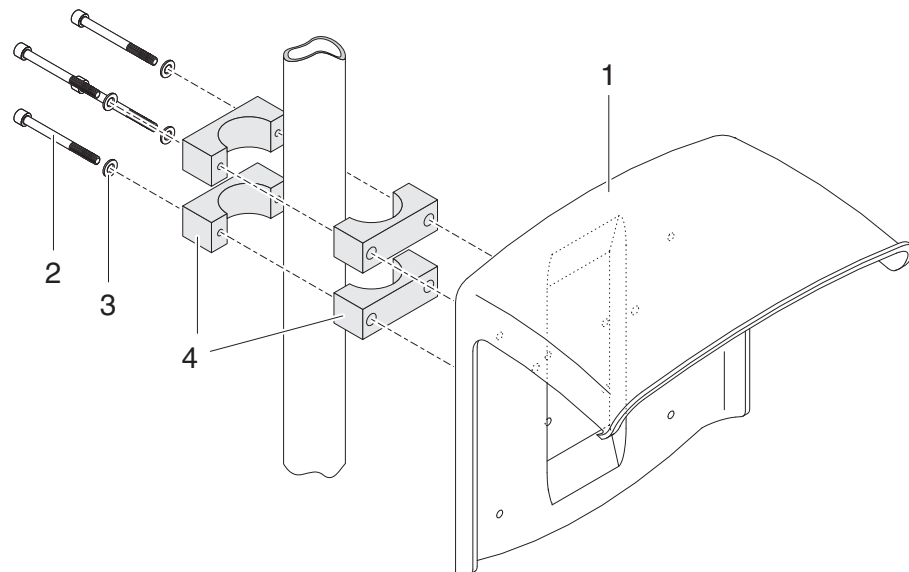

Bild 3-5 Schutzdach SSH/IQ an Standssäule montieren
- 1 Schutzdach (Pos. 1 in Bild 3-5) mit den vier Inbusschrauben (Pos. 2), den Unterlegscheiben (Pos. 3) und den Schellen (Pos. 4) in der gewünschten Höhe von der Rückseite her an die Standssäule schrauben.